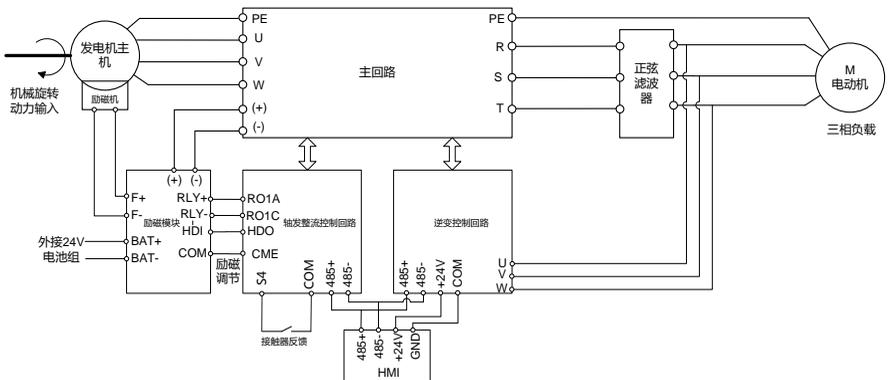

图 4.3 电励磁电机配套三相三线系统框图
1. 参考图 4-3 电励磁同步电机配套三相三线输出系统拓扑接线，发电机连接四象限变频器 R、S、T 端子，U、V、W 端子悬空，确保接线正常；